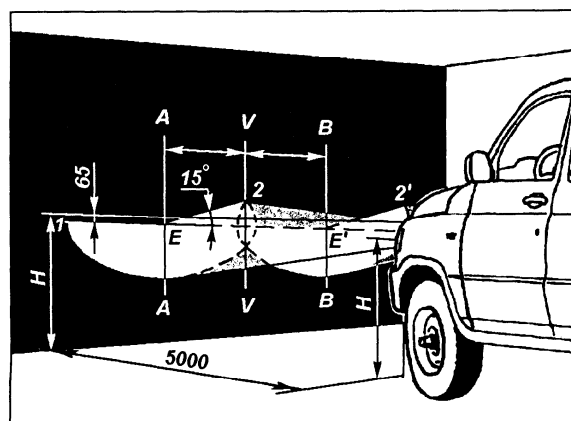
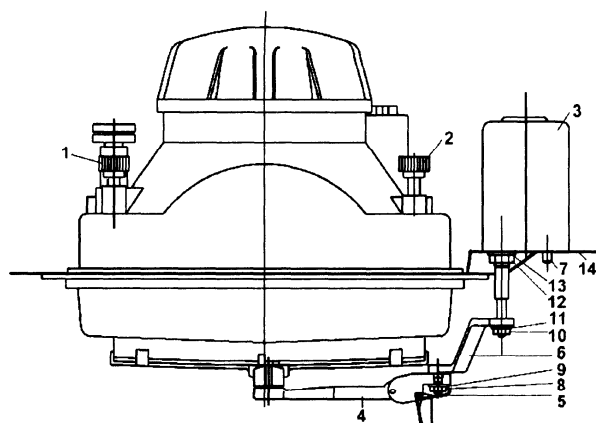

Рис. 14.30. Разметка экрана для регулировки фар: H - расстояние центра фар от уровня земли; V-V - проекция продольной оси автомобиля; A-A, B-B - оси центров фар
Рис. 14.31. Головная фара и очиститель фар:
1. Установите полностью заправленный и снаряженный автомобиль с нормальным давлением воздуха в шинах и нагрузкой на сиденье водителя 750 Н (75 кгс) на ровной горизонтальной площадке на расстоянии 5 м от экрана со специальной разметкой (рис. 14.30).
3. Включите ближний свет фар и, поочередно закрывая каждую фару, вращением регулировочных винтов 1 и 2 (рис. 14.31) добейтесь, чтобы светотеневая граница слева от точек E и E' (см. рис. 14.30) совпала с линией 1, а справа - с линиями 2 и 2' для левой и правой фар соответственно. Точки перелома светотеневой границы должны совпадать с точками E и E'.